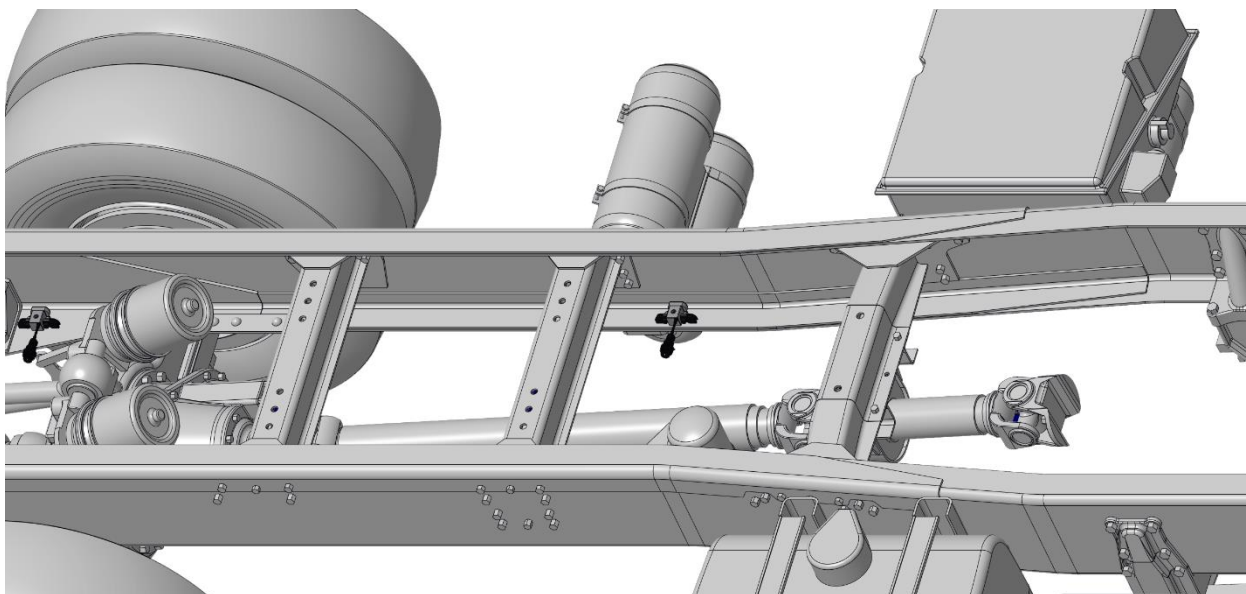

рис. 3.2. Место установки датчиков в пролете рамы между передним и задним мостом
2. Пролёт между осями (середина рамы) – рис. 3.2. Средняя часть рамы между передней и задней опорами также испытывает значительные изгибающие деформации, особенно при равномерном распределении груза по кузову. В симметричных условиях максимальный изгибающий момент приходится на центр пролёта. Поэтому установка тензодатчиков в районе середины базы (примерно на равном удалении от переднего и заднего мостов) позволяет регистрировать суммарный прогиб рамы от общей массы